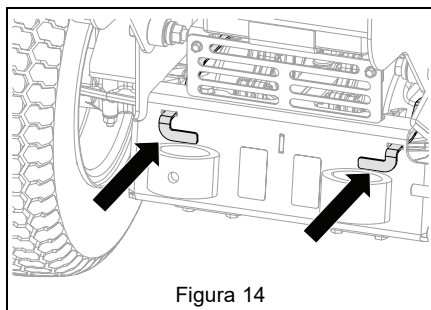

Figura 14
6. Spingere le leve di bypass nella posizione di funzionamento. Vedere Figura 14.